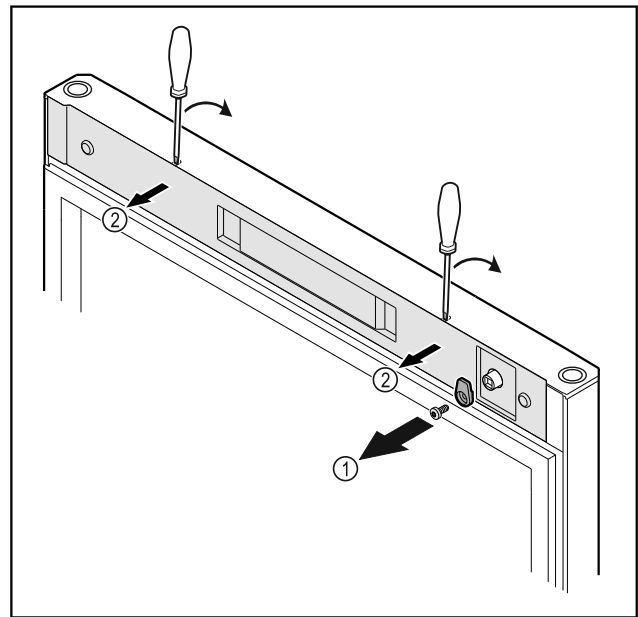

Fig. 6
- ▶ Schließhaken Fig. 6 (1) abschrauben.
- ▶ Abdeckung Fig. 6 (1) mit einem kleinen Schraubendreher ausrasten und abnehmen.